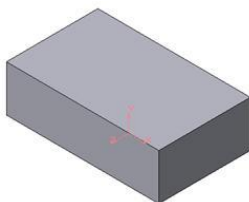
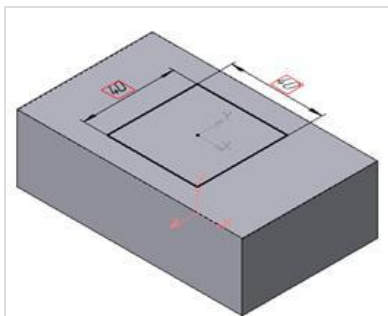
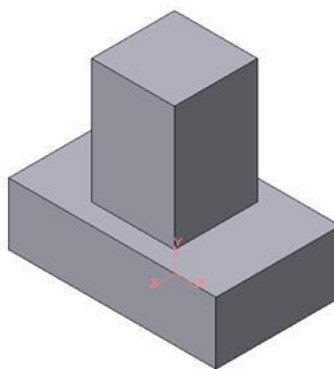

Рисунок 51 Модель основания
Рисунок 52- Эскиз призмы
Рисунок 53 -Операция приклеивания элемента
2. Для построения верхнего элемента детали рис.51 - прямоугольной четырехгранной призмы на верхней плоскости основания вычертим эскиз - квадрат со сторонами 40 мм (рис.52) и приклеим призму выдавливанием на 50мм (рис.53).